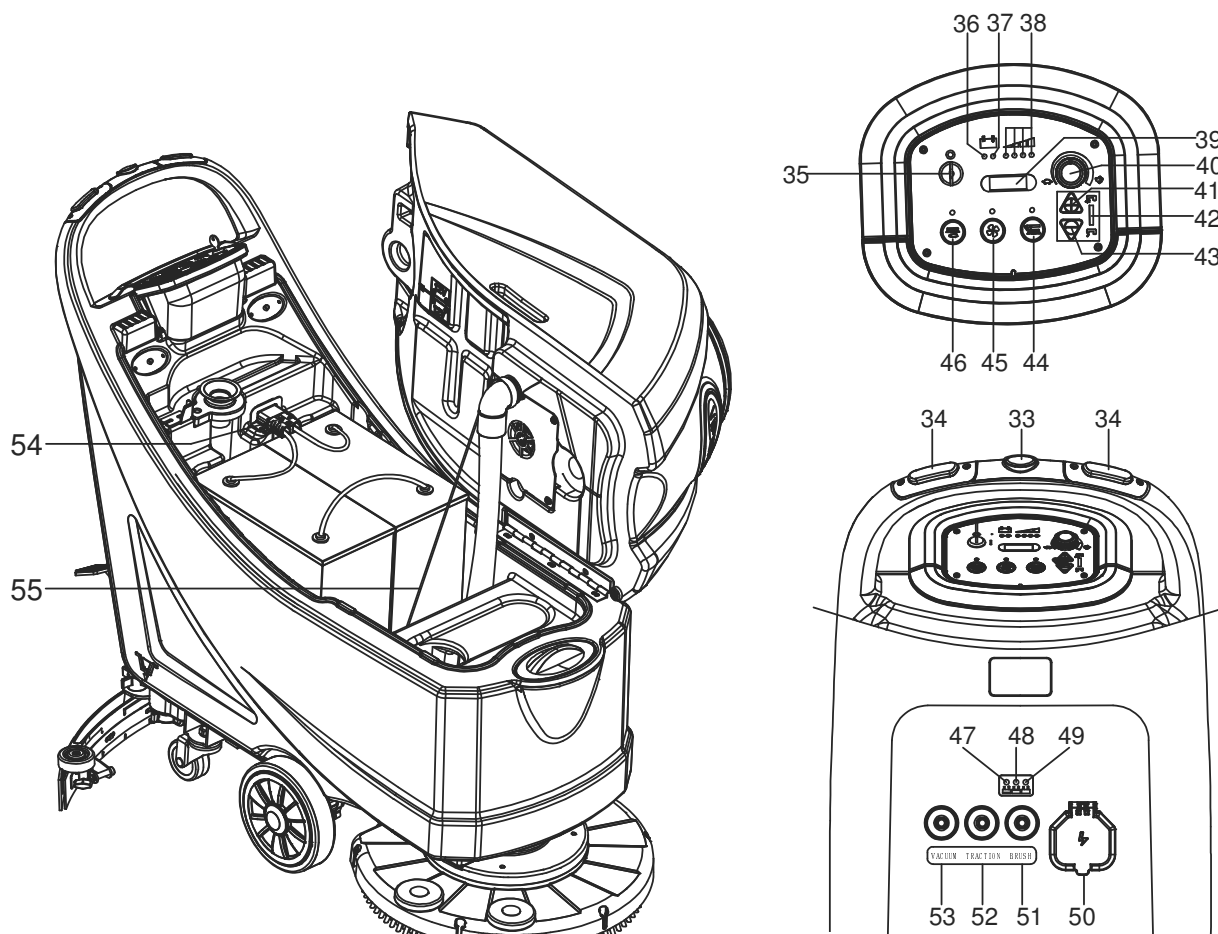

**Figure 1**
**STRUCTURE DE LA MACHINE (comme représenté sur la Figure 1)**